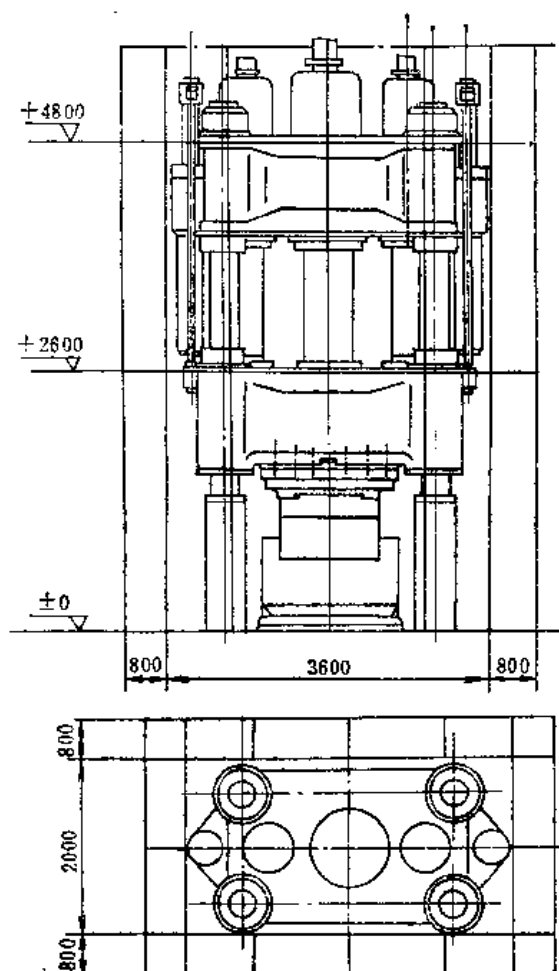

图13-2-17 脚手架尺寸
1) 搭脚手架：尺寸如图13-2-17所示，脚手架的负荷以20人工作计算，允许承受1.5t重，不得在脚手架上堆放零件和工具，可用木、竹质杆搭制，也可用金属管架。架上分层铺放平稳的走台板、栏杆、攀登扶梯等。